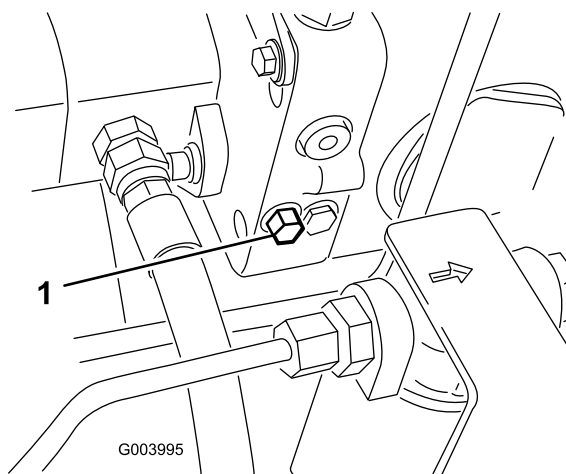

Figure 32
1. La vanne de dérivation est située du côté gauche de l'hydrostat (Figure 32). Tournez le boulon une fois et demie pour ouvrir la vanne et permettre la dérivation interne de l'huile. Il est alors possible de déplacer la machine lentement sans endommager la transmission.